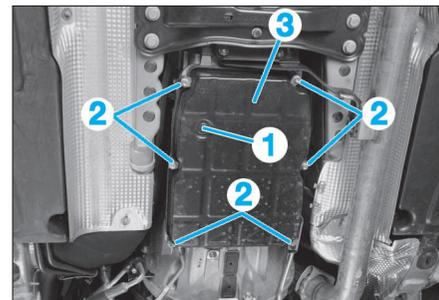

FIG. 9
- Retirer le bouchon de vidange (1) (Fig.9).
- les vis de fixation du carter (2).
- le carter d'huile (3).